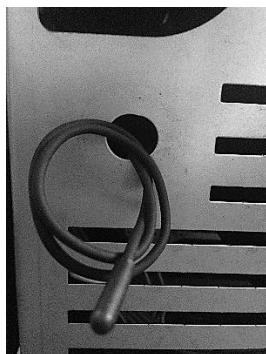

Figura 18 - Sonda de temperatura ambiente
- As salamandras a *pellets* dispõem de uma sonda para medir a temperatura ambiente. Esta sonda encontra-se fixa na grelha na parte de trás (ver Figura 18). Para uma leitura mais correta da temperatura ambiente, evite o contacto da extremidade da sonda com a estrutura da máquina. Se desejar pode ainda fixá-la na parede junto à máquina.